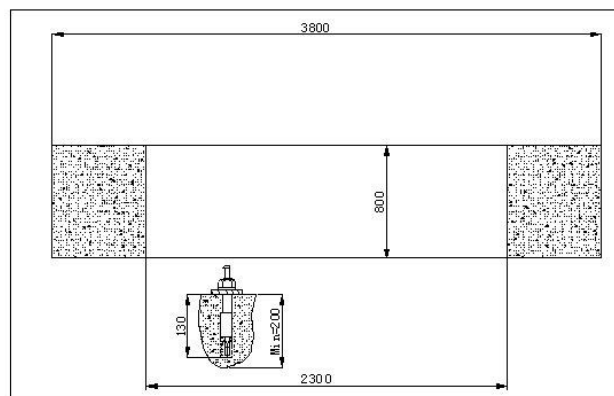

Fig. 29
- ◆ Montera skruvarna enligt Fig. 29.